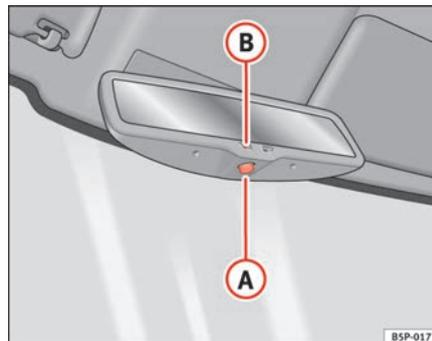

Fig. 88 Retrovisor interior con ajuste automático para posición antideslumbrante.
- Pulse la tecla **A** ⇒ fig. 88. El testigo de control **B** se apaga.
- Pulse la tecla **A** ⇒ fig. 88. El testigo de control se enciende.